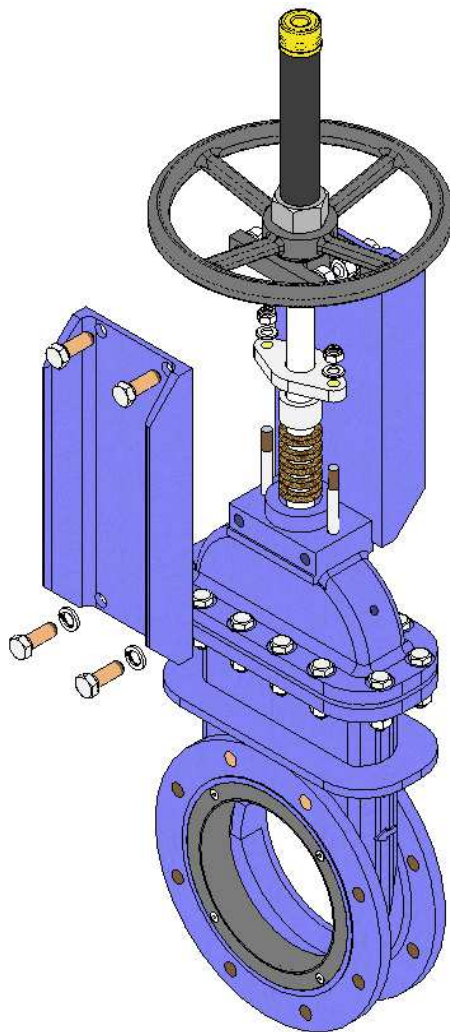

Рис. 9
3. Для удобства работы и обеспечения большего пространства можно снять опорную пластину (8), как показано на Рис. 9.
4. Отпустите гайки и поднимите над штоком накладку (4) и гильзу (5) сальника.
5. Осторожно извлеките старую набивку (6) при помощи острого инструмента, стараясь не повредить поверхность штока (7).
6. Осторожно очистите сальниковую коробку и убедитесь, что там не осталось посторонних предметов, способных помешать правильной установке набивочных лент (6).
7. Вставьте новую набивку (6). При выполнении этой операции очень важно плотно соединить оба конца набивки. Ниже приводятся размеры набивки (Таблица 5).
8. Установите на место гильзу (5) и накладку (4) сальника, так чтобы они не касались штока (7), осторожно затяните болты в крестообразном порядке, сохраняя одинаковое расстояние между накладкой (4) и штоком (7) по всему периметру. Установите на место опорную пластину (8).